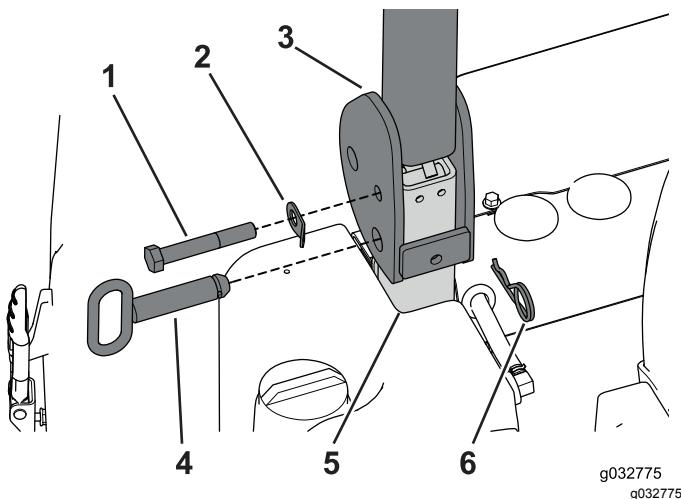

Bild 130
1. Fliechten Sie die Löcher im Überrollbügel mit den Löchern im unteren Überrollsitzrohr aus (Bild 130).
2. Befestigen Sie die Drehschraube und die Verbindungsleinenscheibe in den oberen Löchern im Überrollbügel und unteren Überrollsitzrohr und ziehen die Schraube mit der Hand an (Bild 130).
4. Stecken Sie die Dreharretierbolzen durch die unteren Löcher im Überrollbügel und unteren Überrollsitzrohr und befestigen Sie die Arretierbolzen mit den Splints (Bild 130).